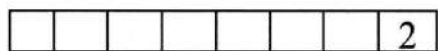

Figura 2.1
- 4) Quando si preme il tasto "FUNCTION", il valore di visualizzazione dell'ultima cifra è il passo di seleziona corrente, (per la figura 2.1 2 passi).